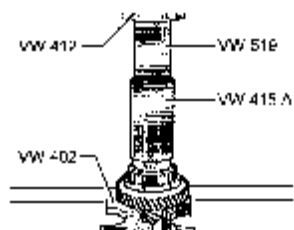

图 9-103 压入 1、2 挡同步器体
(18) 压入第 1 挡和第 2 挡同步器体时，较高内凸肩朝向第 2 挡，如图 9-103 所示。